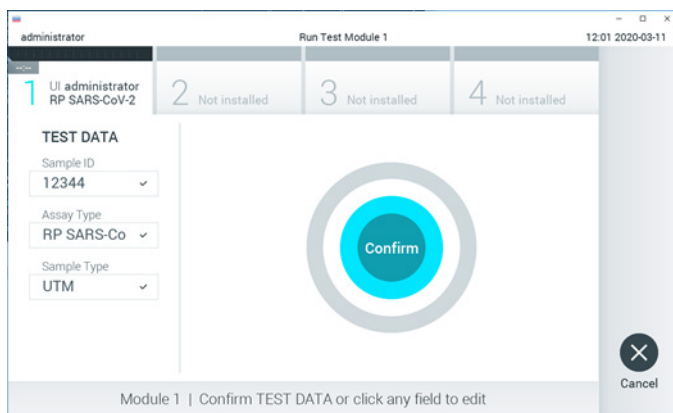

Рис. 14. Подтверждение введенных данных.
17. Когда все отображаемые данные будут верны, нажмите **Confirm** (Подтвердить). При необходимости выберите нужное поле и отредактируйте его содержимое или нажмите **Cancel** (Отмена), чтобы отменить анализ (рис. 14).